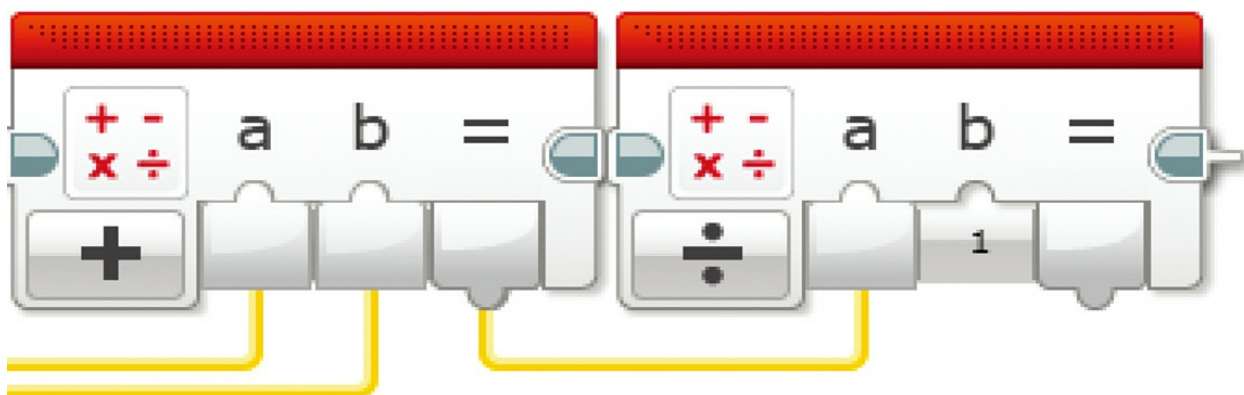

图8.23 这个数学模块将第一个数学模块的输出作为一个输入
4. 从第一个数学模块的输出拖曳一根数据线到第二个数学模块的输入，模块现在应该看起来如图8.23所示。